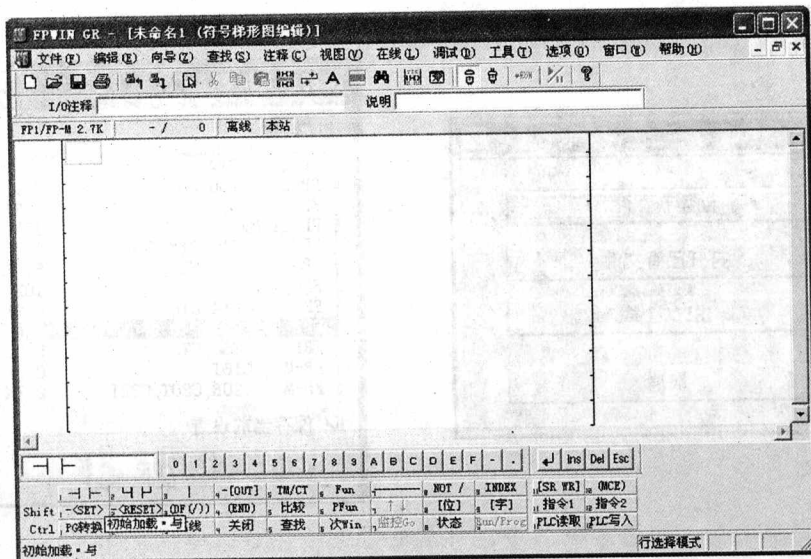

图 1-10 点击“初始加载·与”按钮
(4) 输入梯形图, 具体步骤如下所示。
① 点击功能键栏中的“初始加载·与”按钮, 如图 1-10 所示。